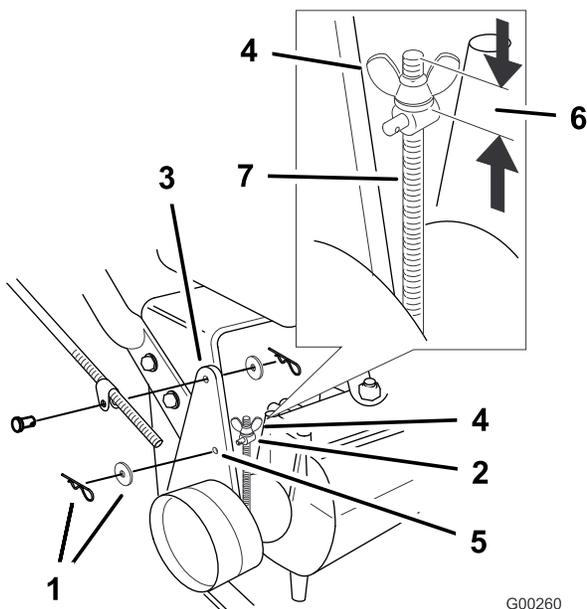

Figure 47
Remarque: Pour le réglage initial, ajustez l'écrou à oreilles jusqu'à ce qu'il soit à 32 mm (1-1/4 po) du haut de la tige (Figure 47).
5. Pour régler le frein, enlevez la goupille fendue et la rondelle du levier et du tourillon (Figure 47).
8. Placez le tourillon dans le trou F (Figure 47). Serrez l'écrou à oreilles.
9. Fixez le tourillon au levier de frein à l'aide de la rondelle et de la goupille fendue (Figure 47).